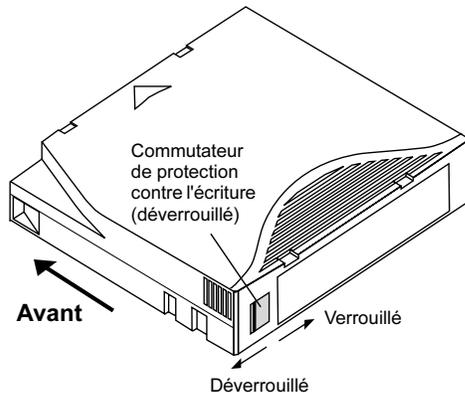

Figure 17. Cartouche Ultrium montrant le commutateur de protection contre l'écriture
Les cartouches Ultrium ont un commutateur à glissière de protection contre l'écriture près du coin arrière droit de la cartouche, comme l'indique la figure 17, page 36.
- Si vous glissez à fond le commutateur vers le coin (comme l'indique la figure 17, page 36), vous pouvez lire et écrire des données sur la cartouche.